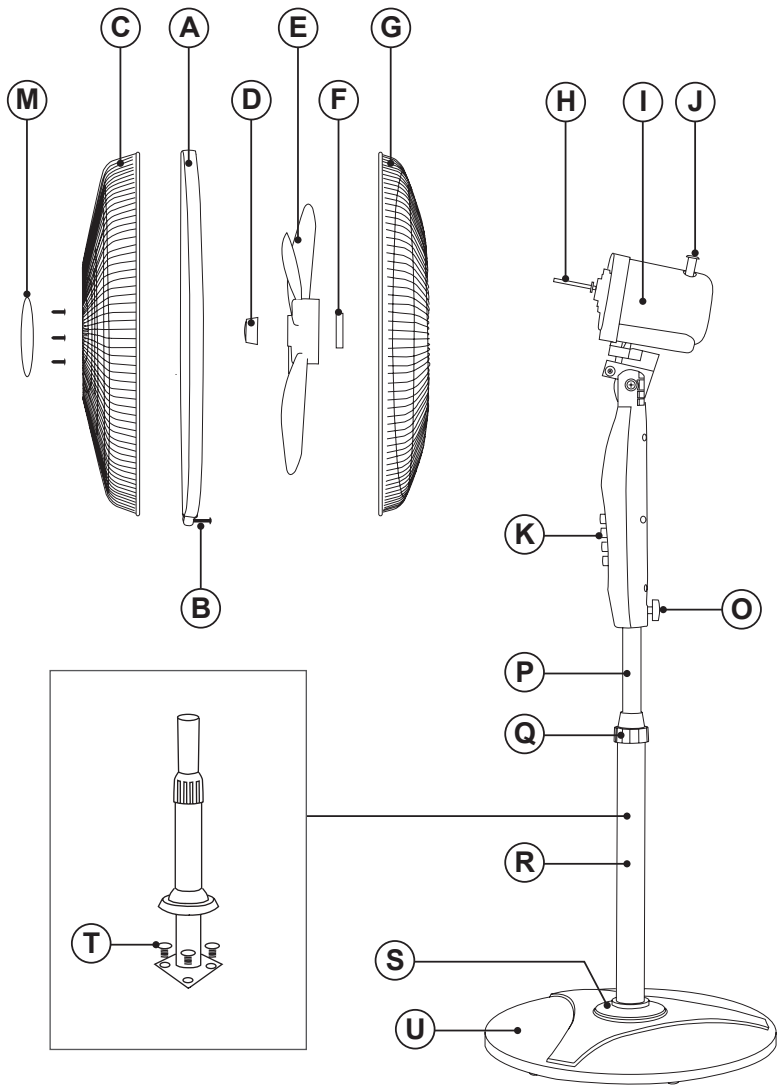

Fig.1
- Coloque la base en el cuerpo principal y fíjela con los tornillos suministrados (Fig. 1).